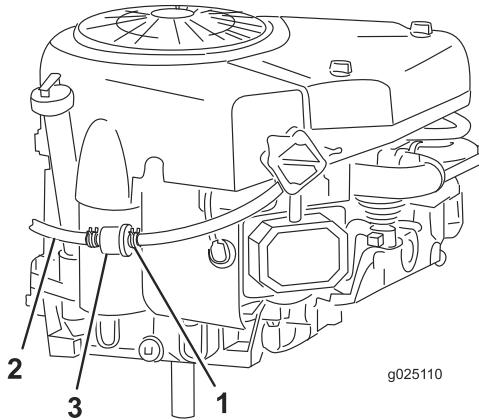

Figura 30
7. Apriete los extremos de la abrazadera y deslícela por el tubo de combustible hacia el depósito de combustible (Figura 30).
8. Tire del tubo de combustible para separarlo del filtro (Figura 30) y deje que la gasolina se drene en un recipiente de combustible homologado o un recipiente apropiado.
10. Acerque la abrazadera al filtro de combustible para fijar el tubo de combustible y el filtro (Figura 30).
El mejor momento para cambiar el filtro de combustible (Figura 30) es cuando el depósito de combustible está vacío. No instale nunca un filtro sucio después de desmontarlo del tubo de combustible.